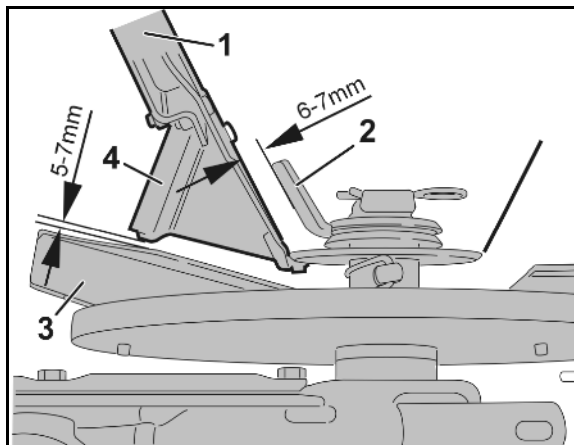

Fig. 101
2. Still inn spjeldstilling 11 med stillspakene (Fig. 101/1).